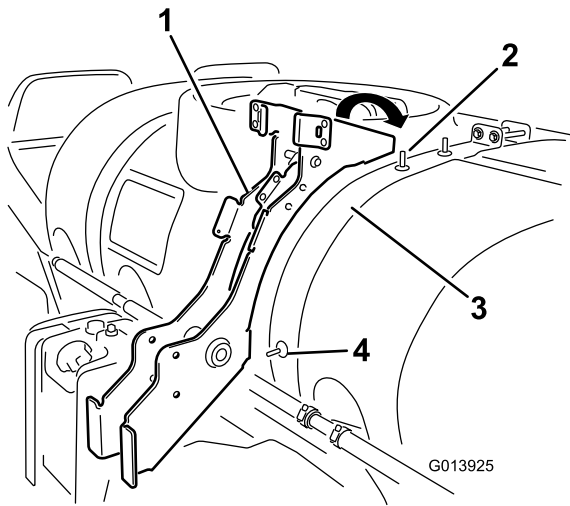

Рисунок 9
3. Установите раму поверх хомута бака, совместив нижнее отверстие в раме с выступающим болтом в боковой части хомута бака и верхнее отверстие с верхним болтом в хомуте бака, как показано на Рисунок 9.